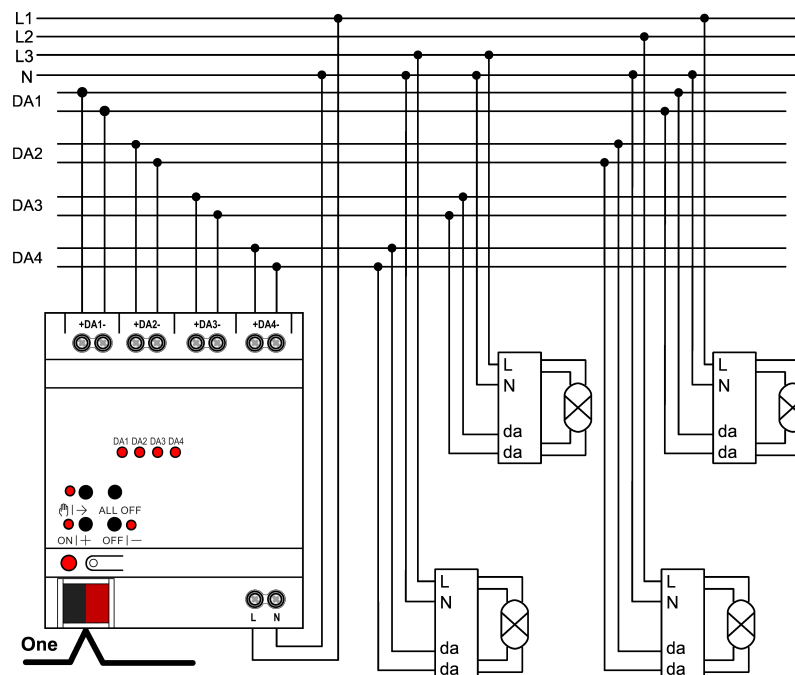

Figure 2: Exemple de raccordement
- Raccorder l'appareil selon l'exemple de raccordement (voir figure 2).